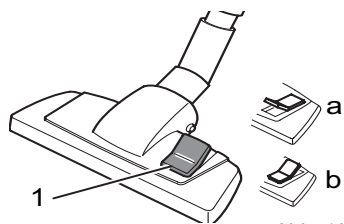

Abb. 12
5. Stellen Sie je nach Bodenbelag den Umschalter Teppich/Hartboden (Abb. 12/1) ein:
- **Hartboden (Abb. 12/a)**
- **Teppich (Abb. 12/b)**